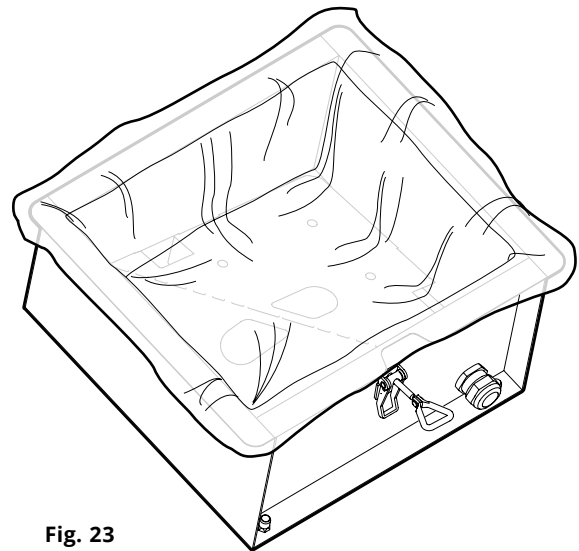

Fig. 23
6. Einen neuen Staubbeutel CMF PSW3 ordnungsgemäß in den Staubsammelbehälter einlegen (1, **Fig. 23**).